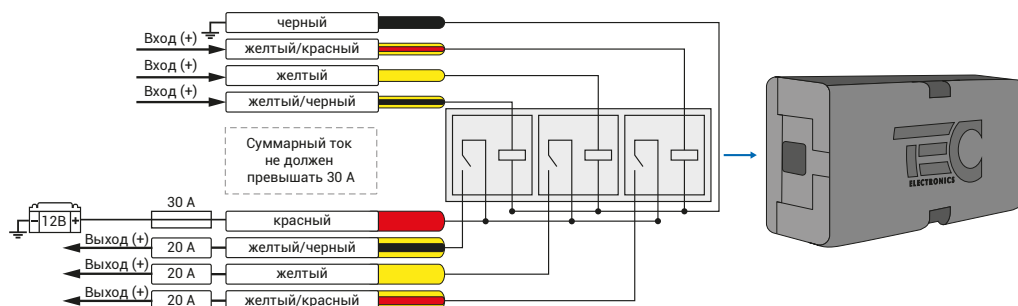
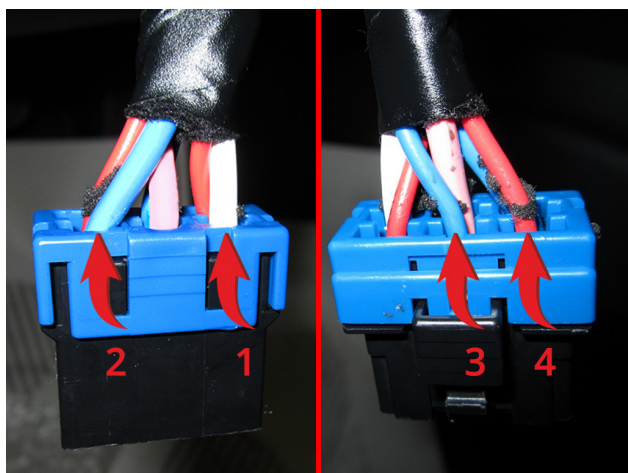

Рис.4 Релейный модуль TEC-4540
Рис.5 Подключение к силовым цепям замка зажигания.
3. Осуществите подключение цепей автозапуска, используя провода выделенные на рисунке №3. Подключение к автомобилю производится в разьеме непосредственно у замка зажигания (см. рис. 5, 6). Для подключения силовых цепей используйте релейный модуль TEC-4540 (см. рис. 4).